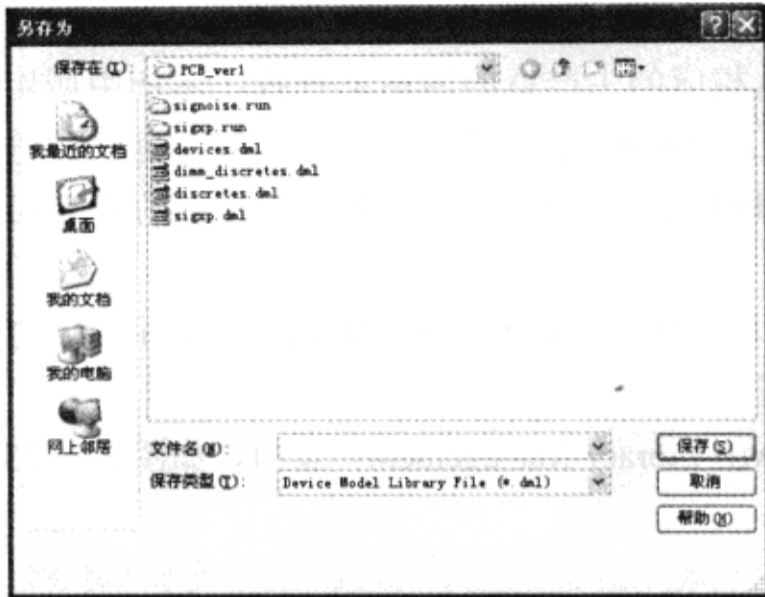
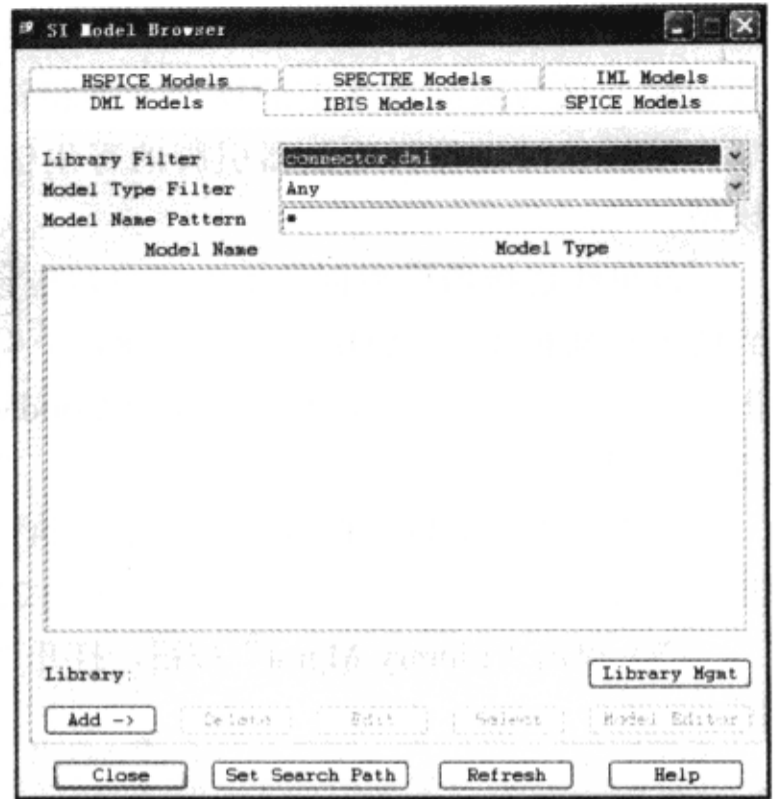

图 3-8-24 “另存为”对话框
图 3-8-25 “SI Model Browser”对话框
(3) 单击“Signal Analysis Library Browser”对话框中间部分的“Create new library”按钮, 打开“另存为”对话框, 如图 3-8-24 所示。
(4) 在文件名的文本框中输入“connector”, 并单击“保存”按钮。
(5) 在“DML Library Management”窗口单击“OK”按钮, 保存改变。
(6) 在“SI Model Browser”窗口上半部分的“Library Filter”下拉列表中选择“connector.dml”, 如图 3-8-25 所示。